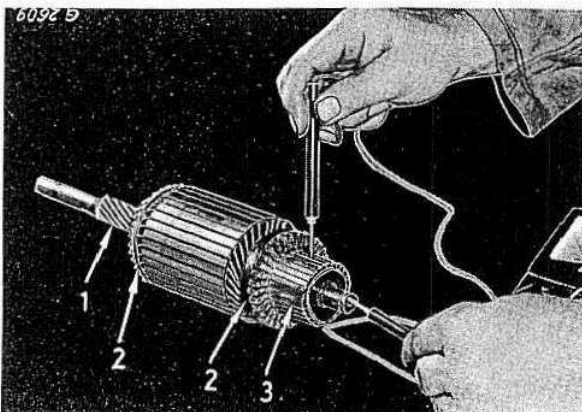

Bild 20
Die Taster eines Ohmmeters oder eine Prüflampe 40 Volt Wechselspannung an Kollektor (3) Bild 20 und an die Ankerwelle halten.